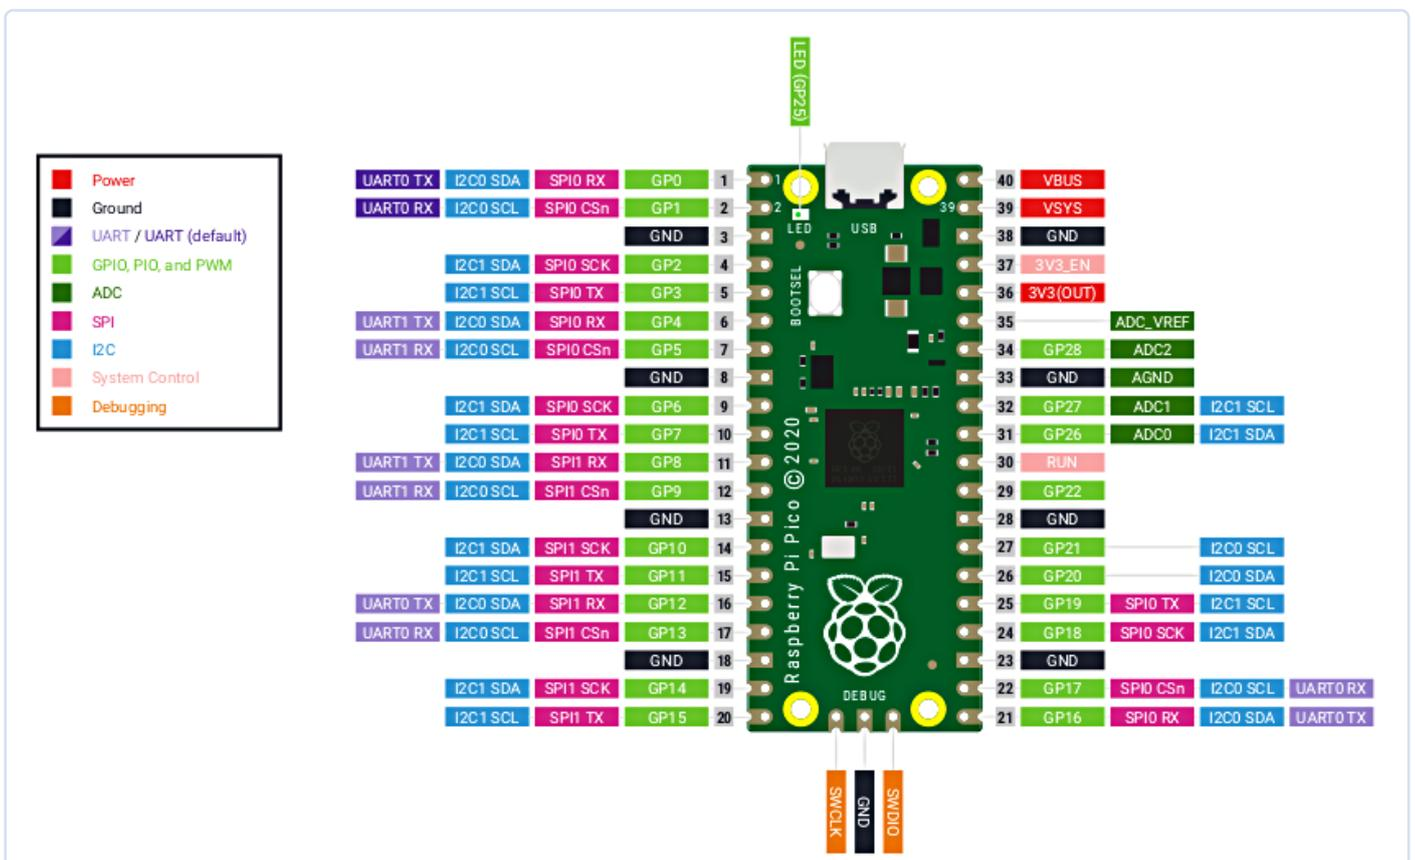

Bild 2. Vollständige Pinbelegung des Raspberry Pi Pico [9].
**Bild 2** zeigt die Mehrfachbelegung der GPIOs des Raspberry Pi Pico, die zu einem hohen Maß an Flexibilität im Hardwaredesign führt. Man sieht, dass die beiden UARTs, die beiden I2C-Busse und die beiden SPI-Busse mehrfach vorhanden sind. Nur die internen ADC-Anschlüsse sind festen Pins zugeordnet. Einige GPIOs dienen internen Funktionen. **Tabelle 1** zeigt die relevanten GPIOs und ihre Funktionalität. Zusätzlich zu diesen GPIOs stehen sieben weitere Anschlüsse nach außen zur Verfügung. **Tabelle 2** zeigt die Bezeichnung dieser Anschlüsse und ihre Funktionen. Der 3V3-Pin (OUT) ist schaltbar und kann so Sensoren oder Aktoren von der Versorgungsspannung trennen, um Strom zu sparen. Für batteriebetriebene IoT-Anwendungen kann dies sehr vorteilhaft sein. Wenn die Genauigkeit des ADCs nicht hoch sein muss, ist die intern